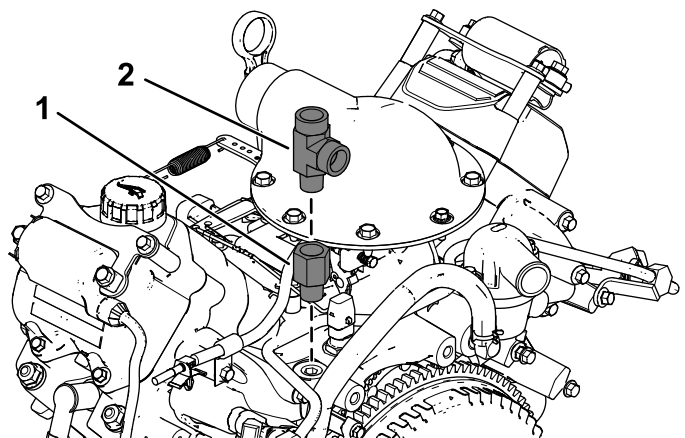

Figure 8
2. Montez l'adaptateur et le raccord en T (Figure 8).